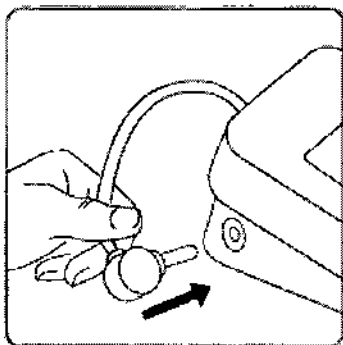

Fig. 1
1. Acople el tubo de aire al conector (Fig. 1).